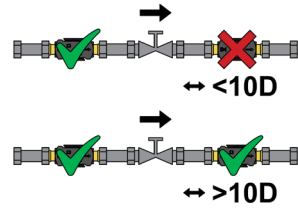

Fig.2
2. No colocar el caudalímetro inmediatamente después de una válvula de mariposa y de control. Sin embargo, se permite la instalación previa (**Fig.2**);